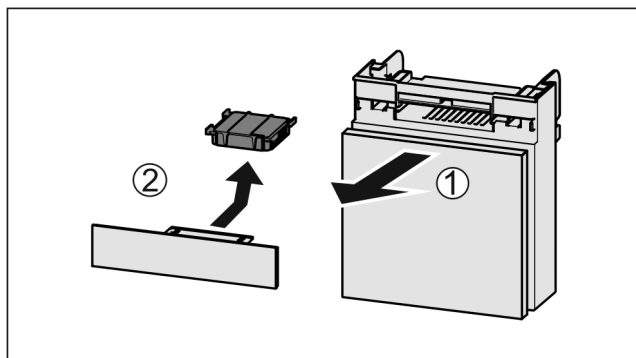

Fig. 99
- ▶ Dra ut Fig. 99 (1) lådan framåt.
- ▶ Ta ut Fig. 99 (2) aktivtkolfiltret.